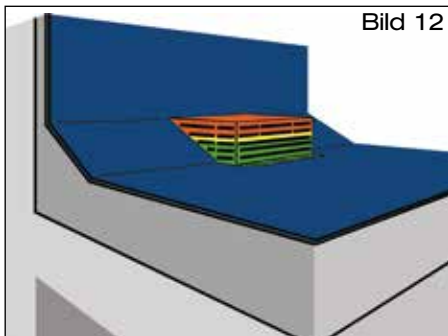

Bild 12
- 2.6 Sieb mit beiliegenden Befestigungsmaterialien verschrauben (Bild 12).